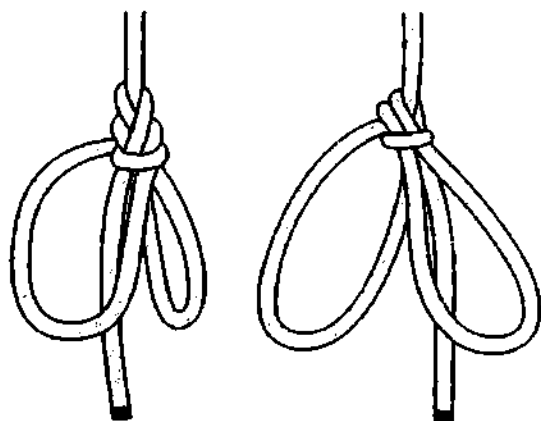

Рис. 483. Два варианта **щучьего узла** – сложенный конец пропущен спереди или сзади.
**Щучий узел** – это **беседочный узел**, у которого в калышку пропущен сдвоенный ходовой конец троса, поэтому **щучий узел**, в отличие от **беседочного**, можно связать даже на середине длинной верёвки (рис. 483). **Щучий узел** ещё в меньшей степени ослабляет прочность троса, так как изгибы у этого узла имеют больший радиус, чем у обыкновенного **булиня**.